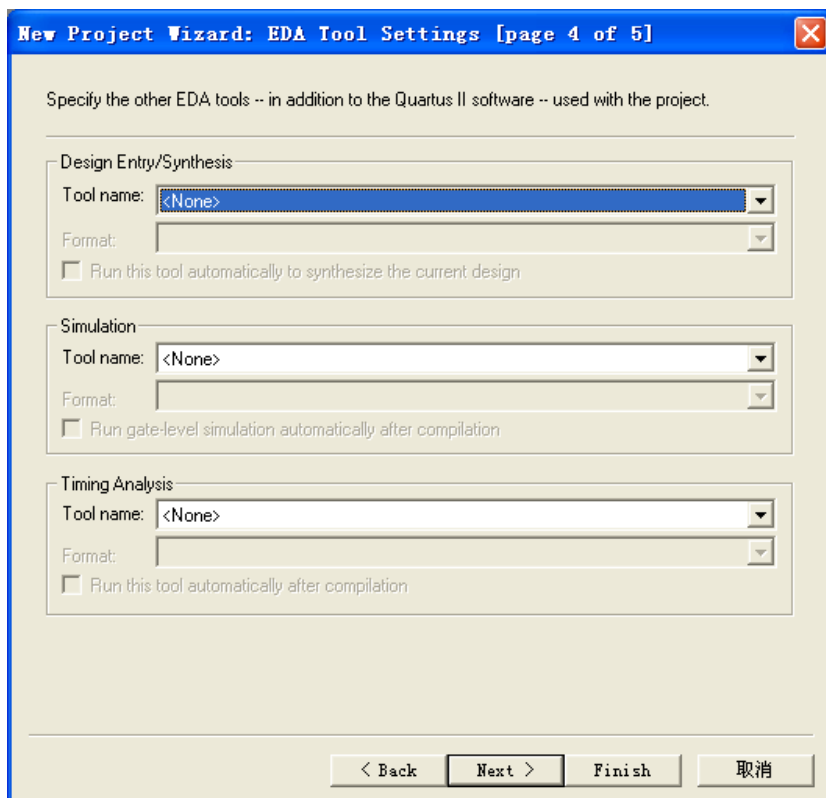

图 2-7 设置 EDA 工具
6. 设置 EDA 工具。设计中可能会用到的 EDA 工具有综合工具、仿真工具以及时序分析工具。本次实验中不使用这些工具，因此点击 Next 直接跳过设置，如图 2-7 所示。